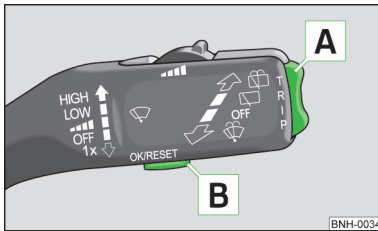

Abb. 5
Das Umschalten der Speicher erfolgt mit der Taste **B** » Abb. 5 » Seite 13.
Die Wipptaste **A** » Abb. 5 und die Taste **B** befinden sich am Scheibenwischerhebel.
› Die Taste **B** » Abb. 5 antippen.
› Kurz auf die Wipptaste **A** » Abb. 5 oben oder unten drücken. Dadurch werden die einzelnen Funktionen der Multifunktionsanzeige nacheinander geöffnet.
- › Die Taste **B** » Abb. 5 länger drücken.
Sinkt die Außentemperatur unter +4 °C, erscheint vor der Temperaturanzeige ein Schneeflockensymbol (Glatteiswarnung) und es ertönt ein akustisches Signal. Nach dem Drücken der Wipptaste **A** » Abb. 5 » Seite 13 wird die Funktion angezeigt, die zuletzt angezeigt wurde.
Im Display erscheint die Fahrzeit, die seit dem letzten Löschen des Speichers vergangen ist. Wenn man die Fahrzeit von einem bestimmten Zeitpunkt an messen möchte, dann muss zu diesem Zeitpunkt der Speicher durch Drücken der Taste **B** » Abb. 5 » Seite 13 auf null gesetzt werden.
Wenn man den durchschnittlichen Kraftstoffverbrauch für einen bestimmten Zeitraum ermitteln möchte, dann muss der Speicher bei neuem Messbeginn mit der Taste **B** » Abb. 5 » Seite 13 auf null gesetzt werden. Nach dem Löschen erscheint im Display auf den ersten ca. 300 m Fahrstrecke kein Wert.
Im Display erscheint die seit dem letzten Löschen des Speichers zurückgelegte Fahrstrecke » Seite 12. Wenn man die Fahrstrecke von einem bestimmten Zeitpunkt an messen möchte, dann muss zu diesem Zeitpunkt der Speicher durch Drücken der Taste **[B]** » Abb. 5 » Seite 13 auf null gesetzt werden.
Im Display wird die Durchschnittsgeschwindigkeit in km/h seit dem letzten Löschen des Speichers angezeigt » Seite 12. Wenn man die Durchschnittsgeschwindigkeit für einen bestimmten Zeitraum messen möchte, dann muss zu Beginn der Messung der Speicher mit der Taste **[B]** » Abb. 5 » Seite 13 auf null gesetzt werden.
- » Mit der Taste **[A]** » Abb. 5 » Seite 13 den Menüpunkt **Warnung bei Geschwindigkeitsüberschreitung** wählen.